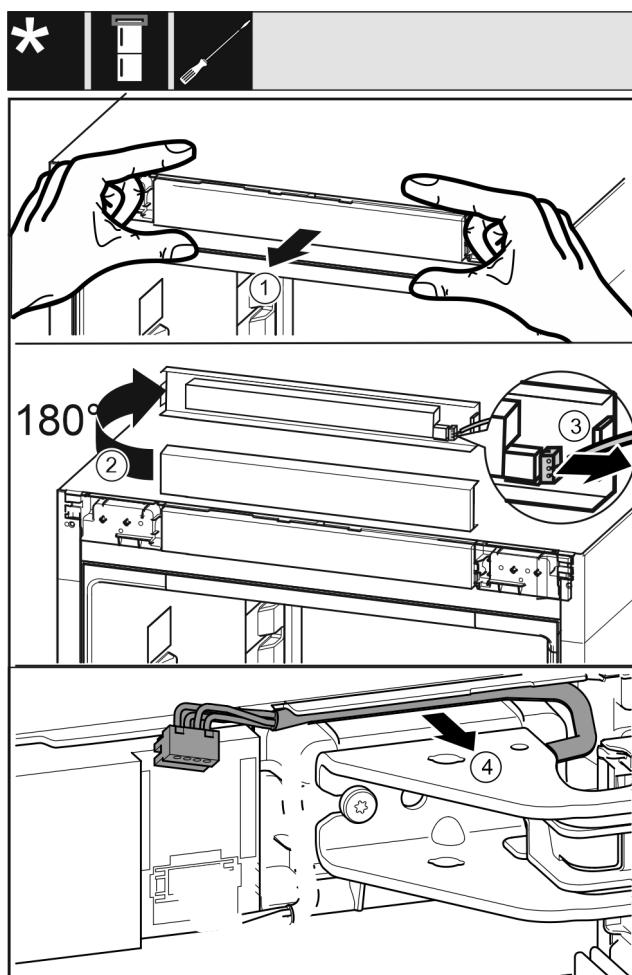

Fig. 19
- Oprezno odvojite masku uređaja za rukovanje prema naprijed. Fig. 19 (1)
- Okrenite masku za rukovanje prema gore za 180°. Fig. 19 (2)
- Pritisnite jezičac prema natrag i oprezno izvucite utikač. Fig. 19 (3)
- Oprezno otpustite kabel iznad podloška ležaja iz vodilice. Fig. 19 (4)